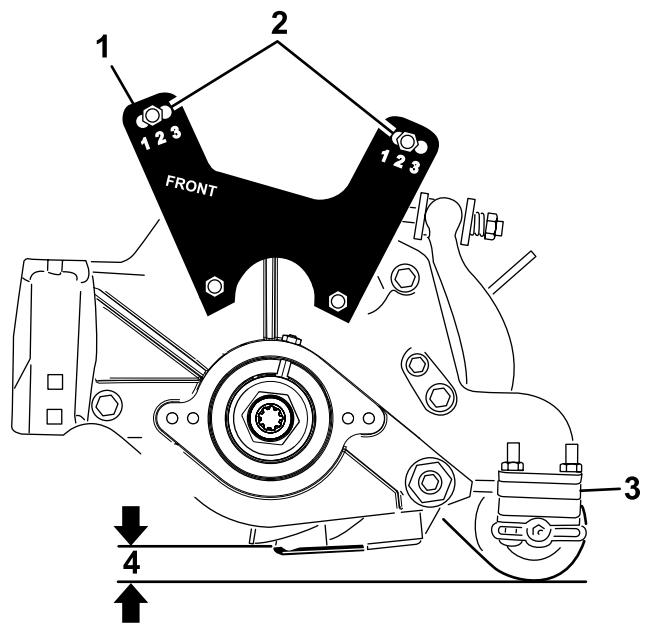

Bild 20
- Senken Sie die Schneideeinheit auf den Boden ab und messen den Abstand zwischen dem Boden und der Oberkante des Untermessers, wie in Bild 20 abgebildet.